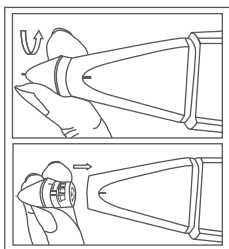

Fig. 1.07
1. Cuando el probador esté apagado, gire la punta de la sonda en el sentido contrario al de las agujas del reloj y quítela, tal y como se muestra en la **Fig. 1.07**.